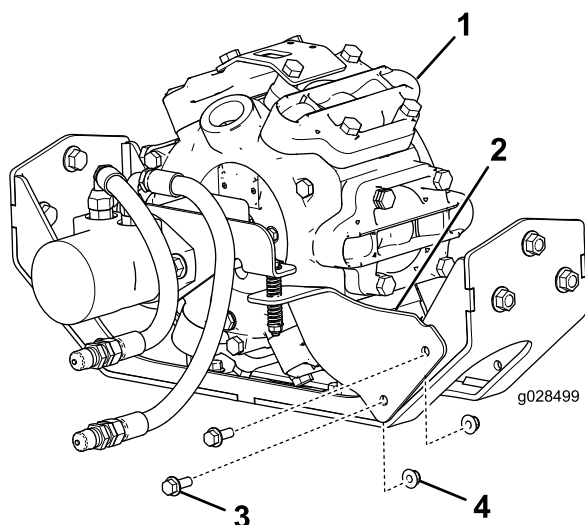

図 6
1. 図6のように、スプレーヤのピンプラスチックの左前ブラケットに回転防止ブラケットを取り付けるフランジヘッドボルト 3/8 x 1 インチ 2本とフランジナット 3/8 インチ 2個を使用する。